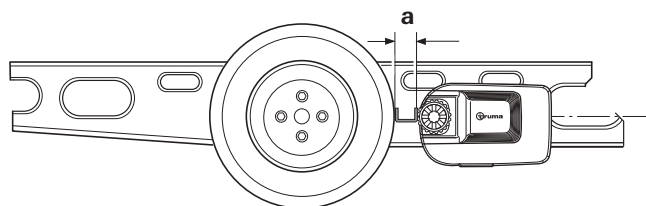

Fig. 34
- ▶ Spostando le unità di trasmissione in senso longitudinale, raggiungere la distanza corretta (Fig. 34-a) tra pneumatico e rullo di trasmissione con la lamiera distanziatrice fornita in dotazione. Il tubo di raccordo traslabile consente l'adattamento alla larghezza del telaio. Durante questa operazione, il peso del caravan deve poggiare sulle ruote.